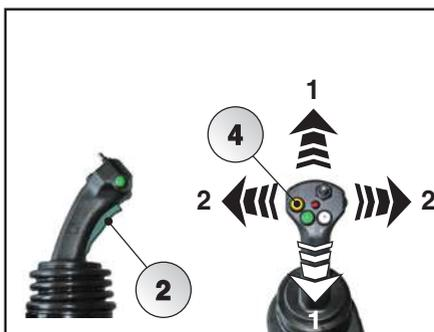

Fig. 5.76
Tenendo premuto il pulsante di sicurezza color verde (2) (uomo presente) e tenendo premuto il tasto giallo (4) è possibile muovere la leva del Joystick nelle direzioni indicate (Fig. 5.76) per alimentare i giunti rapidi come evidenziato in figura 5.77.